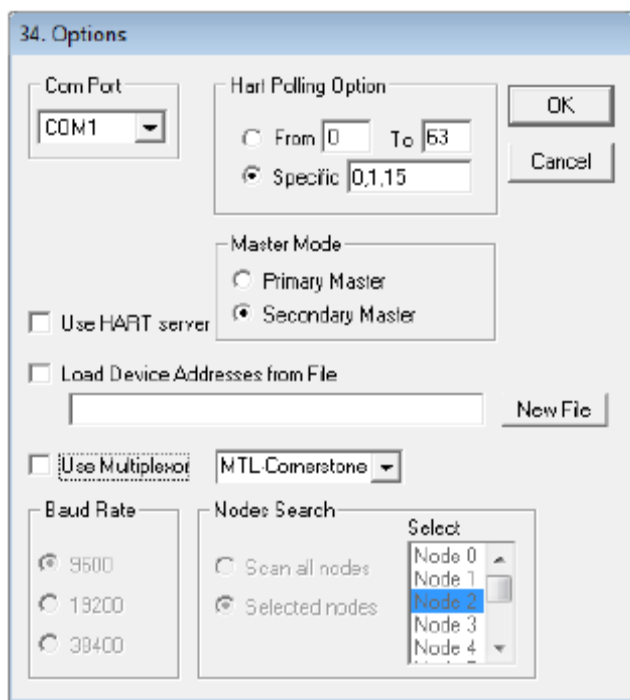

图 56 ValVue 选项
6. 选择“工具>设置选项 (Tools > Set Options)”，出现图 56，设置 ValVue 选项。设置 COM 端口，串行连接到 PC 调制解调器。选取 Allow Multidrop 会降低单点电流回路内有效设备的搜索，仅建议用于分程和多路应用。